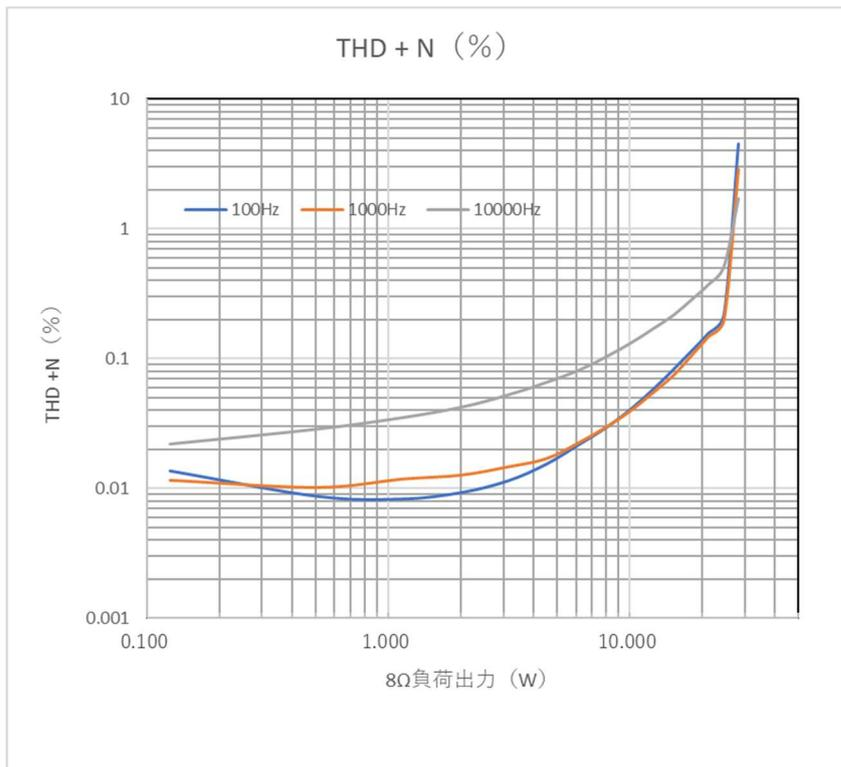

図1. THD+N
- ① Q2 (2SA970GR) と Q5 (2SC2240GR) を熱結合。捺印面同士を 2 液混合タイプのエポキシ接着剤で接着。接着してしまうと 2SA970GR と 2SC2240GR の見分けがつかなくなってしまうので、あらかじめマジックなどで印をつけておくこと。
- ② 同様に Q3 (2SC2240GR) と Q5 (2SA970GR) を熱結合。
- ③ 同様に Q7 と Q9 (2SA1020) を熱結合。接着してしまうと Q8,Q10 (2SC2655) と見分けがつかなくなってしまうので、あらかじめマジックなどで印をつけておくこと。
- ④ 同様に Q8,Q10 (2SC2655) を熱結合。
- ⑤ Q16 を、伝熱シート (TC-30BG) を介してヒートシンクに取り付け、その上に Q11 を密接固定する (図 1)。図 1 で Q11 はグリス塗布のうえ Q16 に金具共締めで固定しているが、金具を使